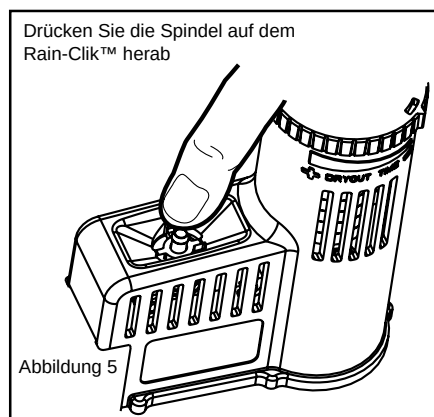

Abbildung 5
Stellen Sie sich an einen von Ihrem Standpunkt aus einsehbaren Bereich der Beregnungsanlage. Schalten Sie diesen Bereich manuell ein. Drücken Sie die Spindel auf dem Rain-Klik herab, bis Sie an einem Klick hören, dass sich der Schalter ausstellt. Daraufhin sollte die Bewässerung augenblicklich aufhören. Sollte dies nicht der Fall sein, überprüfen Sie die Verkabelung. Der Rain-Klik muss nicht an Hand eines „Nass“-Tests überprüft werden. Allerdings könnte so der korrekte Betrieb auch getestet werden, wenn dies gewünscht wird (s. Abb. 5).
C. 24 V Magnetventile mit Zwischenpumpe (s. Abb. 5)